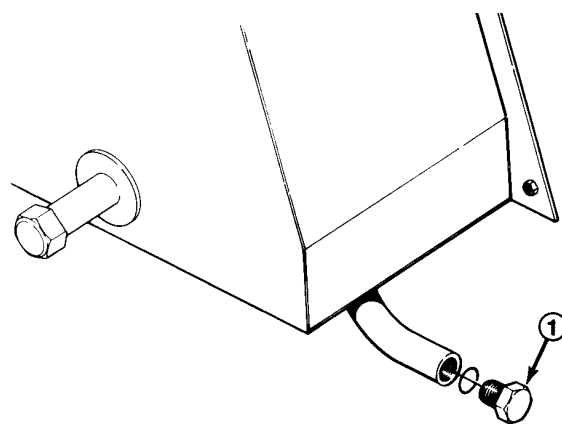

Fig. 34
1. Togliere il tappo di spurgo (Fig. 34) dal serbatoio, e lasciare che l'olio idraulico scoli nella bacinella. Quando l'olio idraulico cessa di defluire, rimontare il tappo e serrarlo.